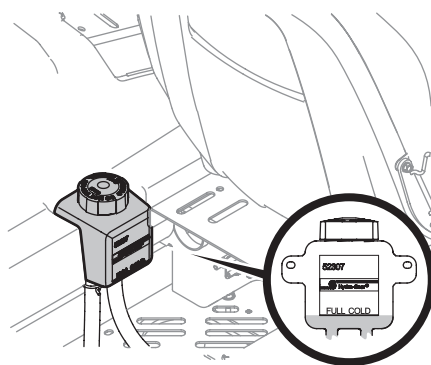

Figure 4-4
- Basculez le siège du conducteur vers l'avant et nettoyez le bouchon du réservoir et la zone autour du bouchon afin que les débris ne contaminent pas l'huile. Voir Figure 4-4.
- Tournez le bouchon dans le sens anti-horaire pour le retirer, puis vérifiez le niveau d'huile. Il doit y avoir de l'huile au fond de la cuvette, cependant le niveau d'huile NE doit PAS dépasser la marque PLEIN FROID (FULL COLD). Voir Figure 4-4. NE REMPLISSEZ PAS CE RÉSERVOIR.